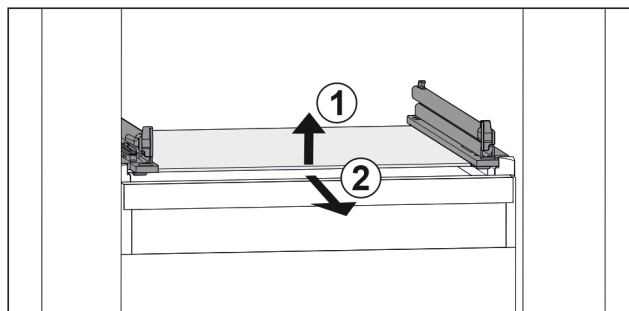

Fig. 166 Príklad zobrazenia sklenej dosky
- Nadvihnite sklenenú dosku vpredu. Fig. 166 (1)
- Odoberte sklenenú dosku dopredu. Fig. 166 (2)